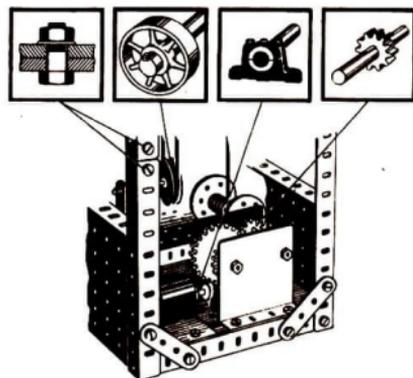

Bild 1 Maschinenelemente
1. Wie heißen die im Bild 1, Seite 26, dargestellten Maschinenelemente?